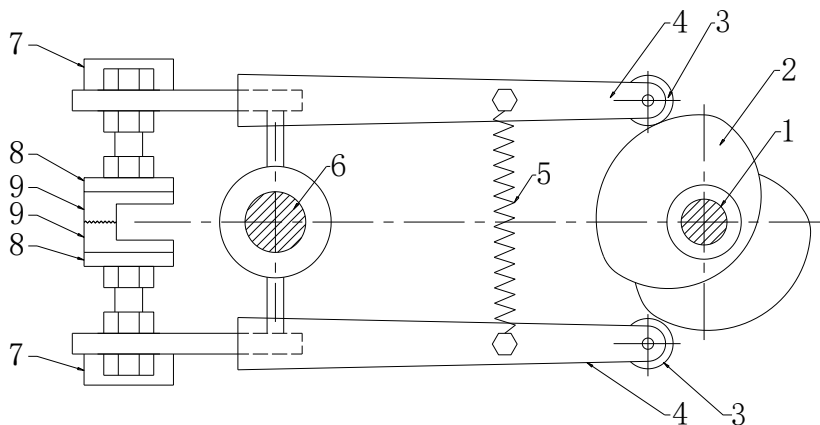
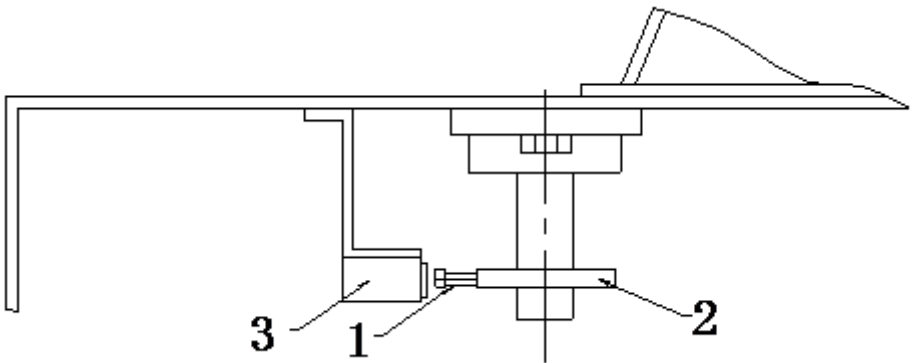

Рис. 11 - Принцип работы термозапайщика
Рис. 12 - Настройка наполнения
Поверните ремень главного двигателя, чтобы установить кулачок с теплоизоляцией в положение, показанное на рис. 11. Отрегулируйте кулачок и датчик подачи в соответствии с рис. 12. Затем затяните винт (1), при необходимости увеличить скорость упаковки, сдвиньте на более раннее положение момент подачи во избежание заклинивания материала в горизонтальном уплотняющем канале, что негативно скажется на качестве упаковки.